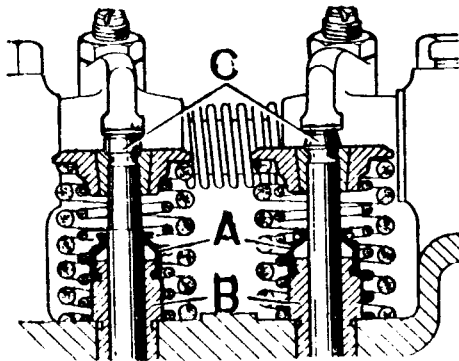
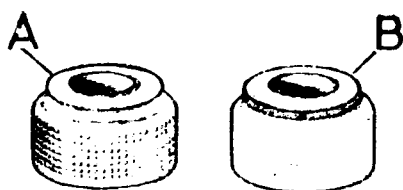

Fig. A3-52 Desmontaje de los retenes de aceite
Fig. A3-58 Montaje de retenes de aceite de las guías de válvulas
- 2.2. Extraer los retenes de aceite, A (Fig. A3-52).
- 3.1. Instalar los retenes de aceite de las guías (Fig. A3-52), cargando su interior de grasa silicona y teniendo en cuenta que el retén para las guías de las válvulas de admisión, B (Fig. A3-58) dispone en su canal, de un muelle compresor. El retén para las guías de las válvulas de escape, A, no dispone de muelle compresor y su orificio de ajuste sobre la válvula es de mayor diámetro.